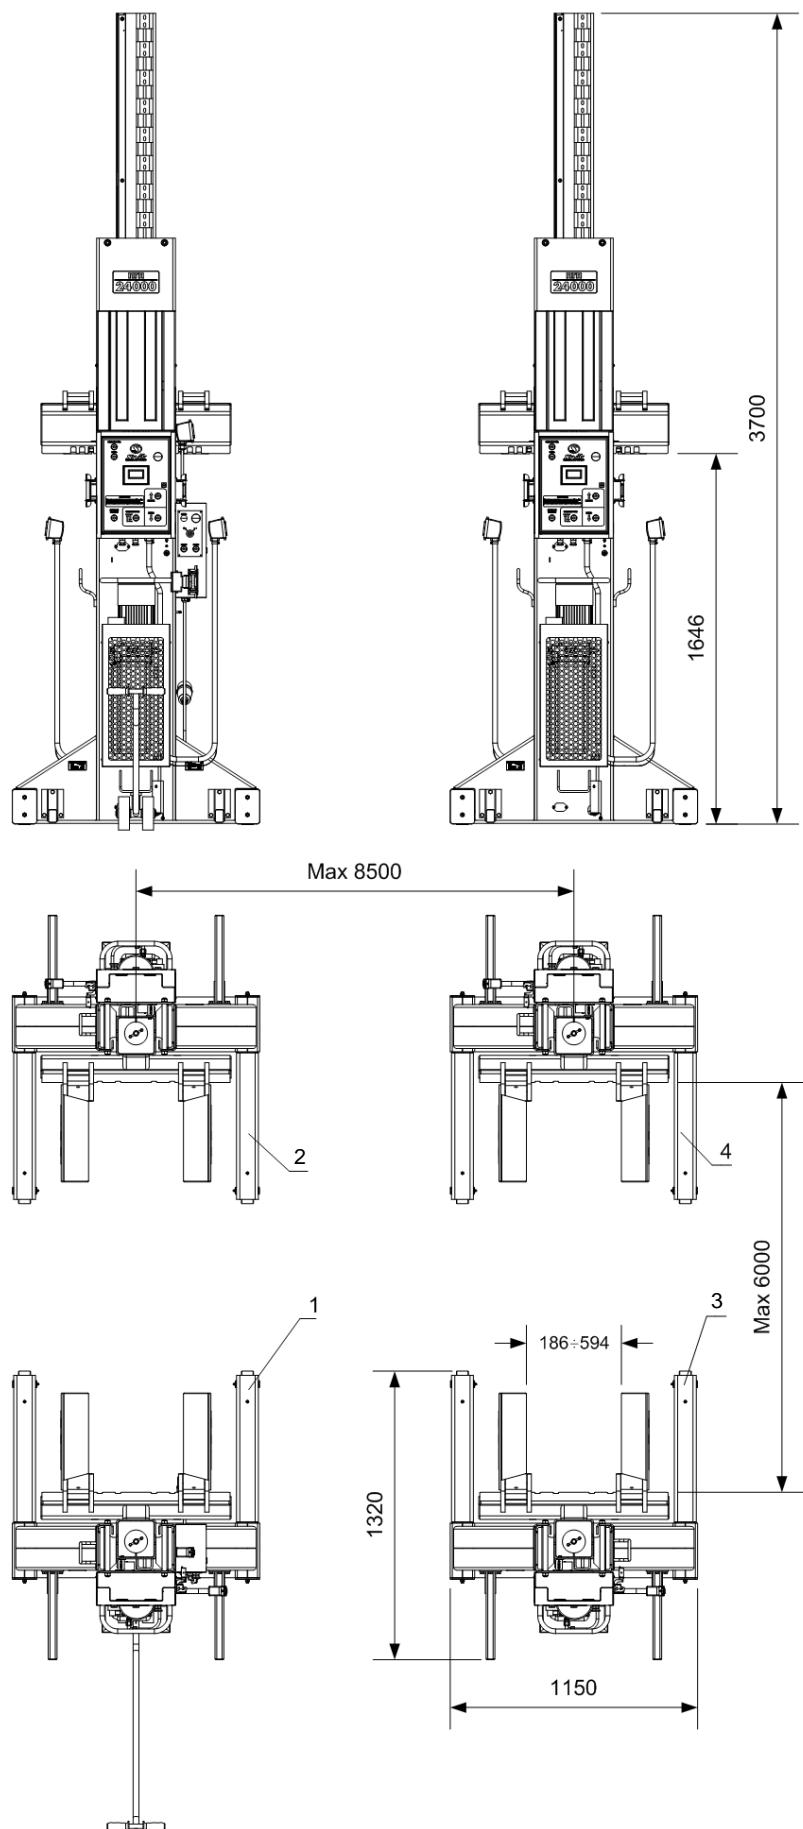

Рисунок 1. Общий вид подъемника ПГП-24000/4
4.1 Подъемник состоит из: модель ПГП-24000/4 (рисунок 1) – четырех стоек – главной №1 и второстепенных №№ 2, 3, 4; модель ПГП-36000/6 (рисунок 2) – шести стоек - главной №1 и второстепенных №№ 2, 3, 4, 5, 6. Подъемник модели ПГП-24000/4 возможно переоборудовать в подъемник модели ПГП-36000/6 при дополнительном приобретении стоек (от модели ПГП-36000/6) №5 и №6